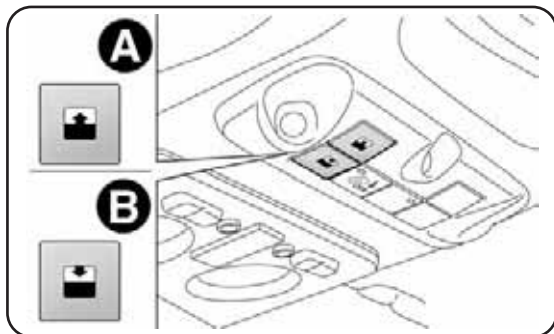

fig. 53
Le toit ouvrant s'actionne en appuyant sur les boutons A et B-fig. 53 situés sur la moulure à côté du plafonnier central.
Le bouton A-fig. 53 permet deux modalités d'ouverture du panneau vitré avant.
Pression prolongée du bouton A-fig. 53: le panneau vitré avant, qui était complètement fermé, se lève en position "becquet". Si l'on appuie à nouveau sur le bouton, le panneau coulisse vers l'arrière jusqu'à l'ouverture complète.
Pression courte sur le bouton A-fig.53: le panneau vitré avant, qui était complètement fermé, s'actionne et s'arrête lorsqu'on relâche le bouton. Dans ce cas, le panneau s'ouvre par impulsions sur le bouton. Cette fonction permet de placer le panneau avant sur des positions intermédiaires par rapport à celles obtenues en mode d'ouverture automatique.
Le bouton B-fig. 53 permet deux modalités de fermeture du panneau vitré avant.
Pression prolongé du bouton B-fig. 53 lorsque le toit est complètement ouvert: le panneau vitré avant se met en position "becquet". Si l'on appuie à nouveau sur le bouton, le panneau coulisse vers l'avant jusqu'à la fermeture complète.
Pression courte sur le bouton B-fig.53: le panneau vitré avant, qui était complètement ouvert, s'actionne et s'arrête lorsqu'on relâche le bouton. Dans ce cas, le panneau se ferme par impulsions sur le bouton.
**ATTENTION** Une pression continue du bouton B-fig.53 désactive le système anti-pincement.